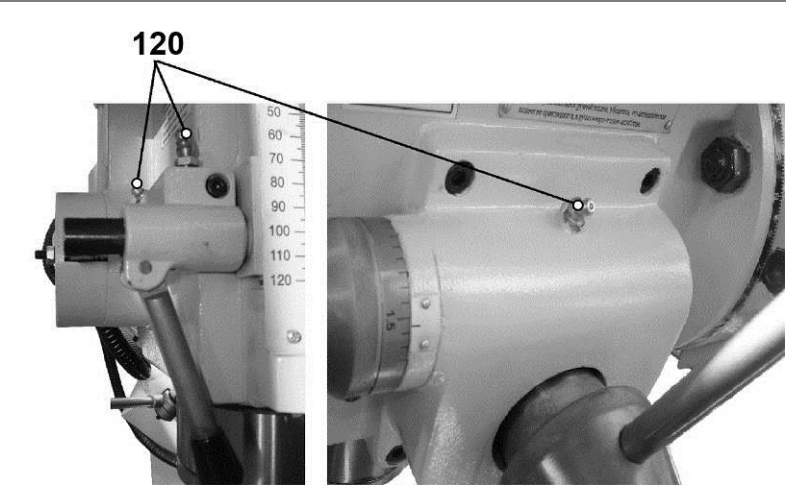

Рис. 48
11.4. Перед началом работы слегка покройте густой смазкой винты хода по всей длине. Каждые 30-40 часов работы через пресс-маслёнку (120) (Рис. 48) добавляйте консистентную смазку в редуктор перемещения пиноли. Ходовые винты, салазки стола, консоли колонны должны смазываться 4 раза в день.